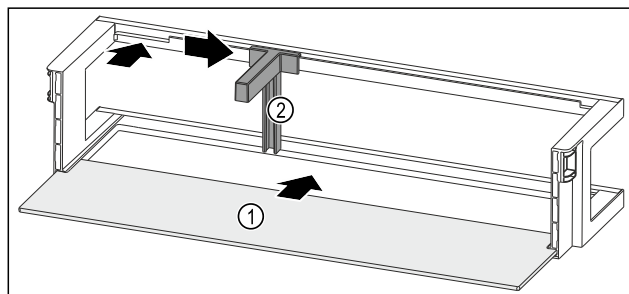

Fig. 119 Balconcino controporta con ripiano
- Inserire il ripiano Fig. 119 (1) negli incavi laterali.
- Inserire il portabottiglie Fig. 119 (2) nell'incavo.
- Far scorrere il portabottiglie Fig. 119 (2) lateralmente alla posizione desiderata.